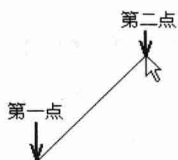
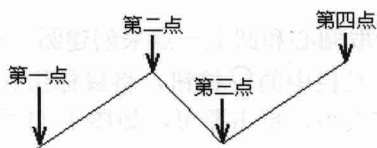

图 1-4 创建直线
图 1-5 直线链
(1) 创建两点线：在两点之间创建一条直线。单击草绘工具栏中的  按钮，然后在草绘区域选择起始点和终止点，单击鼠标中键，结束此线段的绘制，继续以其他的点为起始点绘制线段，双击鼠标中键退出绘制直线命令，如图 1-4 所示。当然也可以创建连续的直线作为一个链，如图 1-5 所示。